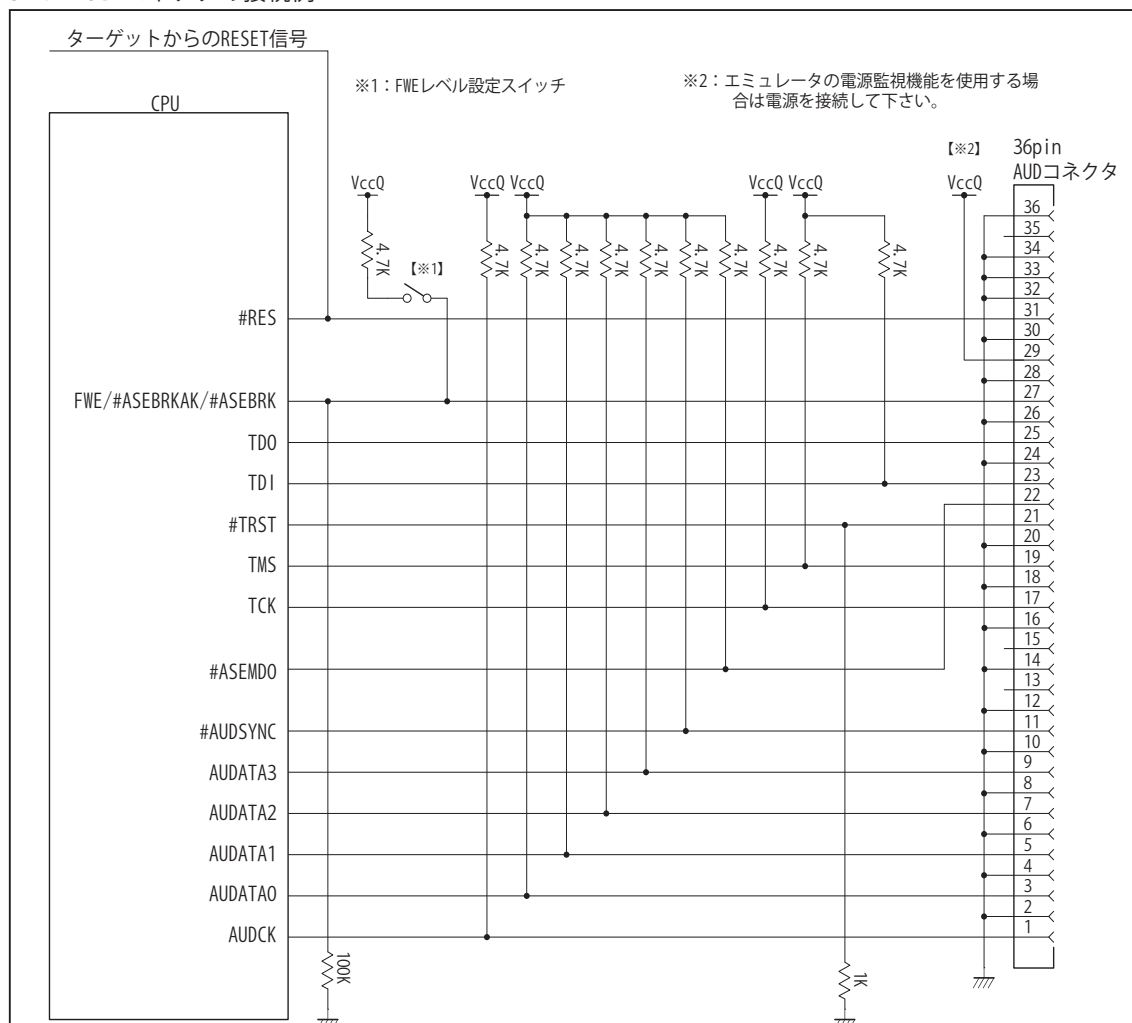

図5. AUD コネクタ接続図
- ・図5に記載されている抵抗値は参考値です。
- ・FWE端子(入力端子)は#ASEBRKAK/#ASEBRK端子(入出力端子)とマルチプレクサされています。そのためFWE端子のレベル設定はVccQやGNDに直結せず、図5のようにプルアップ/プルダウン抵抗で行って下さい。